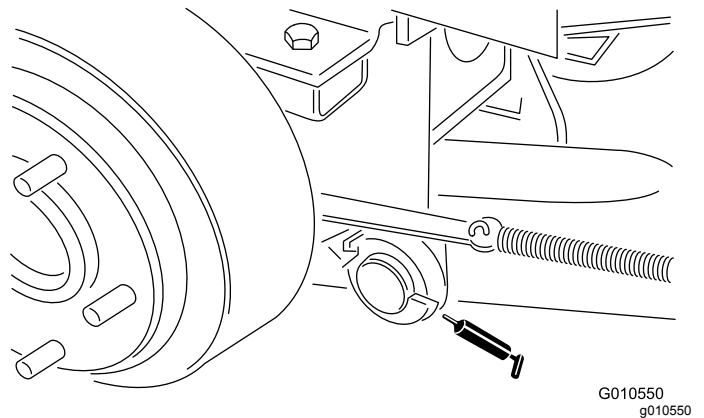

Bild 23
- Hubarmgelenke, hinten (2) (Bild 23)